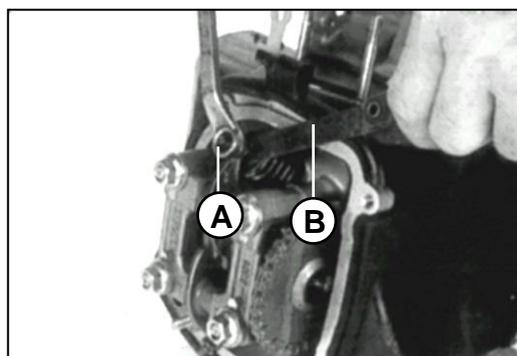

Fig. 13
Afloje la tuerca de fijación y gire la tuerca de ajuste (B). **Fig.13**